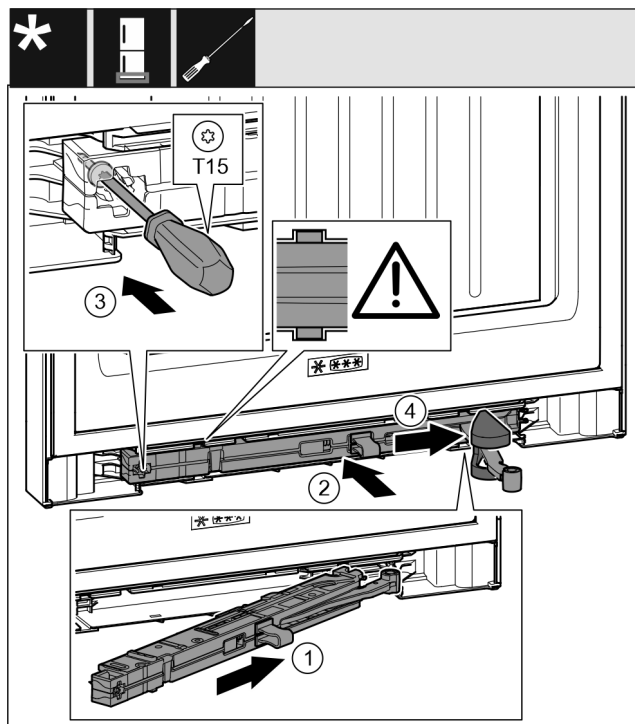

Fig. 48
- ▶ Tolja be ferden, ütközésig a záráscsillapító egységet Fig. 48 (1) a mélyedésbe a csapágybak felőli oldalon.
- ▶ Tolja be teljesen a mélyedésbe a záráscsillapító egységet Fig. 48 (2).
- ▶ Húzza meg a csavart Fig. 48 (3) csavarhúzóval.
- ▶ Tolja rá a csuklóra a fedelet Fig. 48 (4).